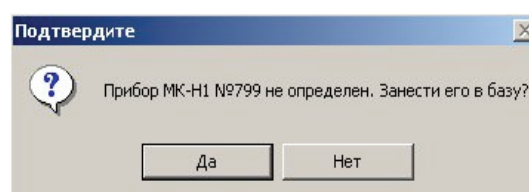

Рисунок 4.4
4.1.1.5 Если считывание производится с прибора ранее не зарегистрированного в базе данных, то по завершению считывания появится всплывающее окно с сообщением «Прибор с таким номером не определен. Занести его в базу? Да/Нет» (см. рисунок 4.4).